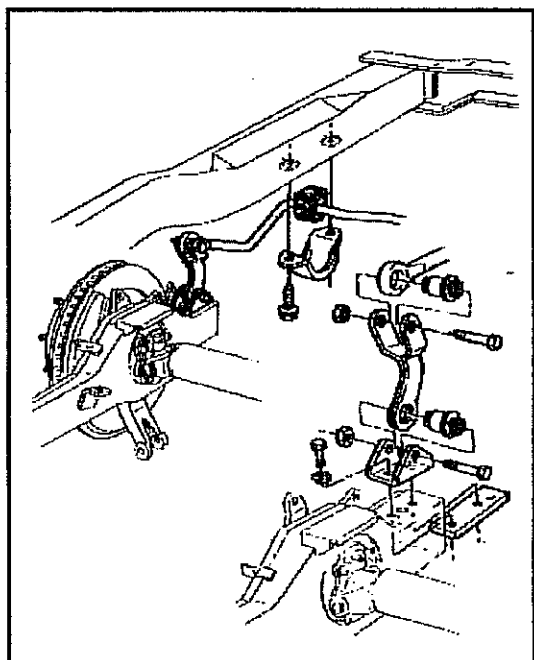

Abb. 7-72 Montage des Querstabilisators
- Den Stabilisator an beiden Längslenkern lösen. Siehe Abb. 7-72.